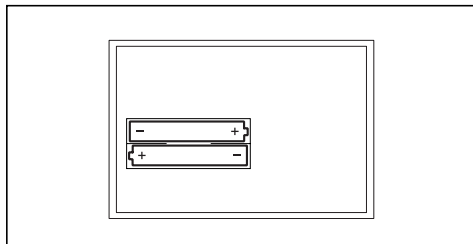

Рис. 4.2 Замена батарей
- Теперь замените батареи (2x AAA-LR03; рис. 4.2). Следите за правильной полярностью батарей.